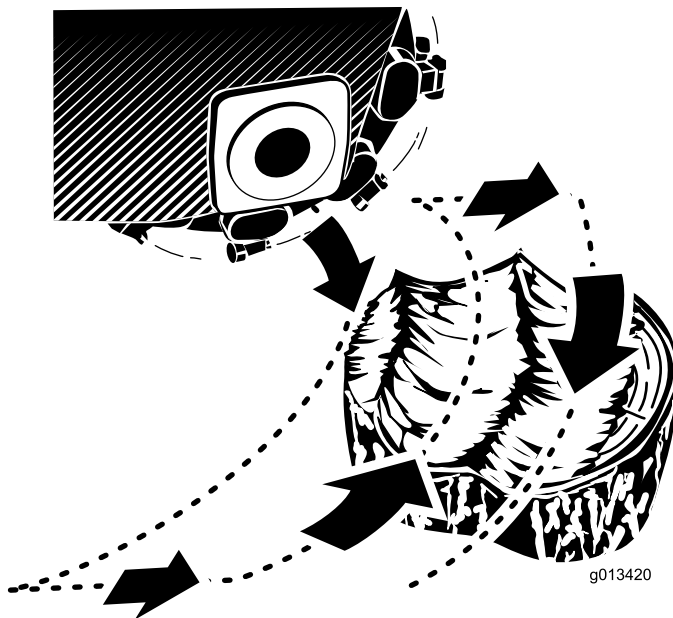

Figura 18
2. Utilice la palanca de control de la destocadora y el control de la tracción para posicionar la destocadora al lado de la parte delantera del tocón, aproximadamente a 2 cm por debajo de la superficie (Figura 18).
4. Utilice la palanca de control de la destocadora para desplazar la destocadora lentamente por la cara del tocón, eliminando una banda de madera en forma de virutas (Figura 18).
5. Mueva la máquina hacia adelante unos centímetros y repita el paso 4 (Figura 18).
6. Repita los pasos 4 a 5 hasta que haya desbastado toda la cara del tocón (Figura 18).